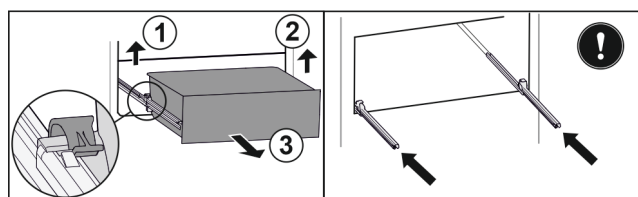

Fig. 92
- ▶ Soulever la bride gauche et tirer dans le même temps la partie gauche du tiroir vers l'avant. *Fig. 92 (1)*
- ▶ Soulever la bride droite et tirer dans le même temps la partie droite du tiroir vers l'avant. *Fig. 92 (2)*
- ▶ Retirer le tiroir par l'avant. *Fig. 92 (3)*